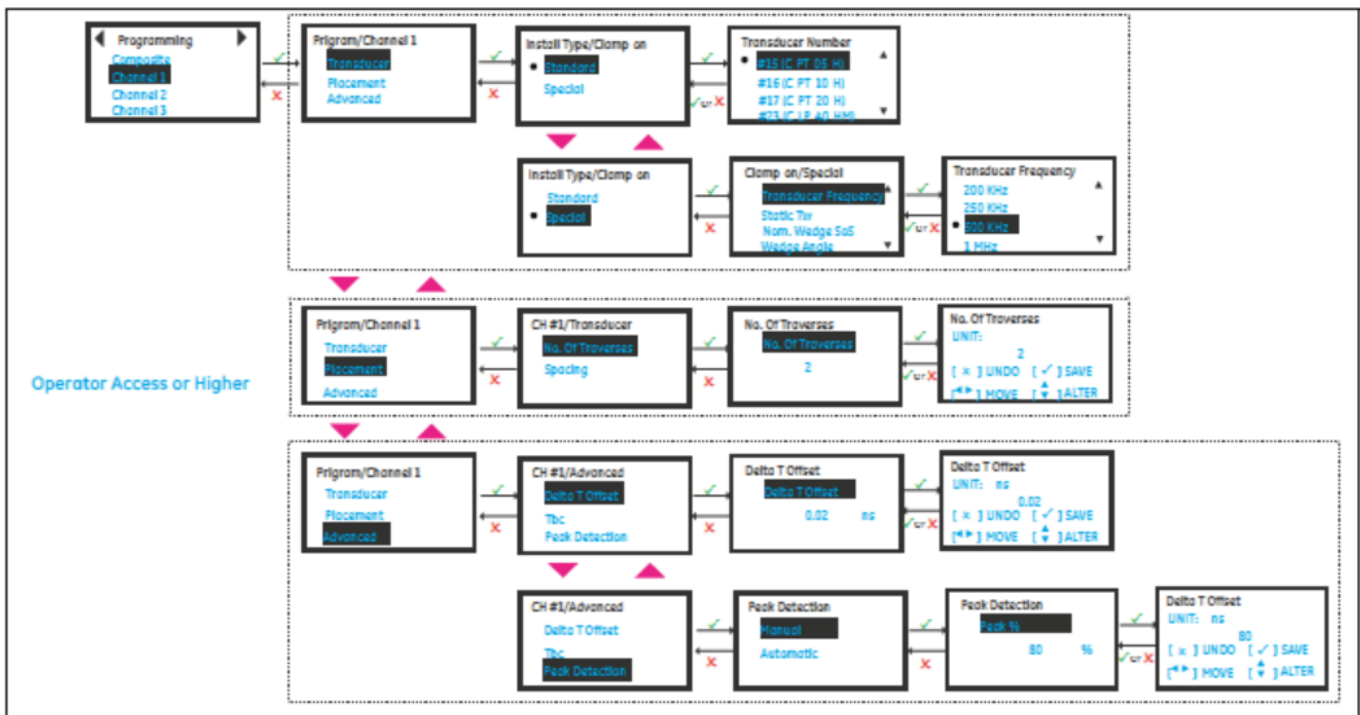

図 75: チャンネルプログラミング(Transducer, Placement and Advanced)
1. 図 75 参照で[Placement]を選択し、 [ENTER] を押す。